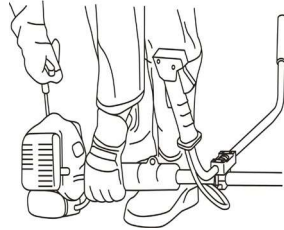

Fig. 15
- Mientras sujetas la desbrozadora firmemente por la barra cerca del motor, tira del tirador fuertemente. Fig.15